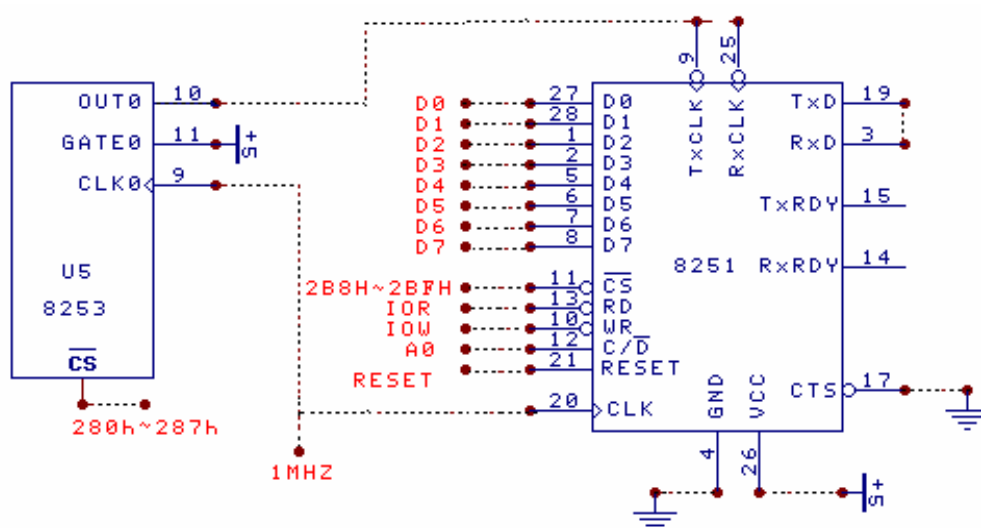

图13-1 串行通讯电路
- 1、按图13-1连接好电路, (8251插通用插座) 其中8253计数器用于产生8251的发送和接收时钟, TXD和RXD连在一起。